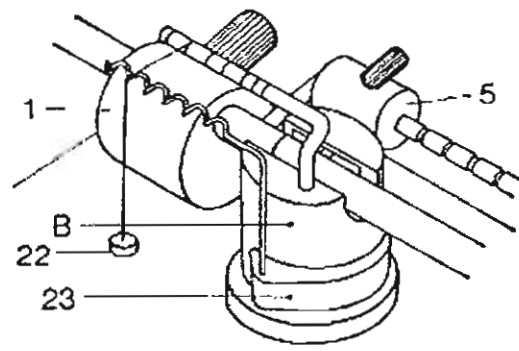

Fig. 2
Le tableau 2 (1^{re} colonne) indique que pour une force d'appui de 1,5 g et un rayon de pointe de 18 μm (.0007") il y a lieu (quatri me colonne) d'accrocher le petit poids de 1 g   l'encoche 6 de la tige coud e (3). Le fil de nylon, auquel le poids est accroch , devra chevaucher une des spires de la tige h lico dale du support (23) et pouvoir man uvrer librement lors du d placement lat ral du bras (fig. 2).